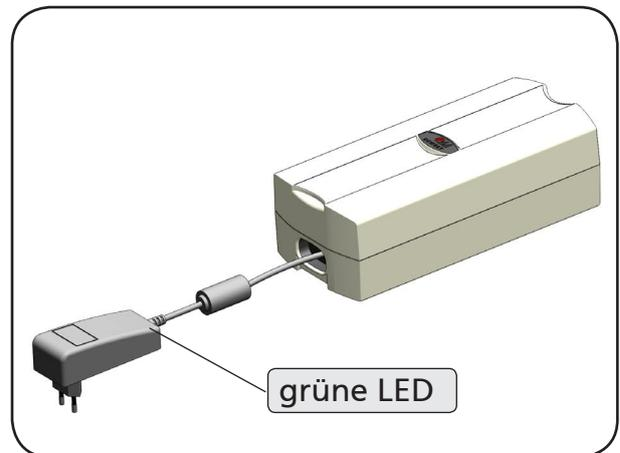

Abbildung 27
1. Trennen Sie den Akkupack von der Steuereinheit und legen Sie ihn wie in Abbildung 27 gezeigt auf eine feste Unterlage.
2. Verbinden Sie zuerst das Ladekabel des Netzladegerätes mit dem Akkupack (Abbildung 27). Stecken Sie erst danach das Netzladegerät in die Netzsteckdose mit 230 V / 50 Hz ein.
3. Überprüfen Sie den Ladezustand der Akkus am Netzladegerät, der durch eine grüne LED angezeigt wird (Abbildung 27):